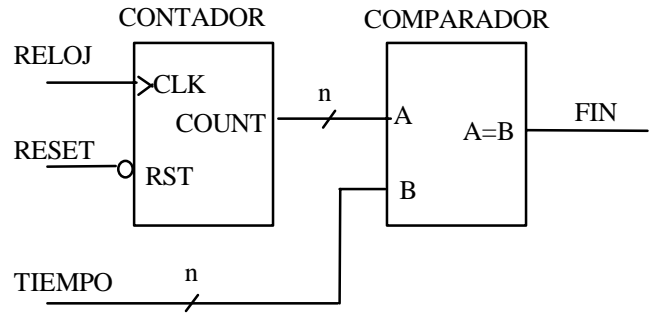
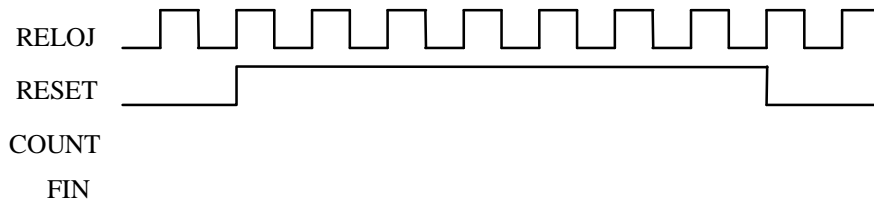

Figura 1
Figura 2
a) Dado el circuito de la figura 1, completar en el diagrama de tiempos de la figura 2, las señales COUNT y FIN.
La figura 1 muestran la secuencia normal de activación de los detectores cuando un coche entra o sale. Cuando un coche entra se levanta la barrera durante el intervalo indicado en la figura y el sistema le entrega una tarjeta (esto no forma parte del problema). Cuando un coche sale se activa primero D2 y se debe esperar la señal de Ficha Válida (FV=1) para levantar la barrera.